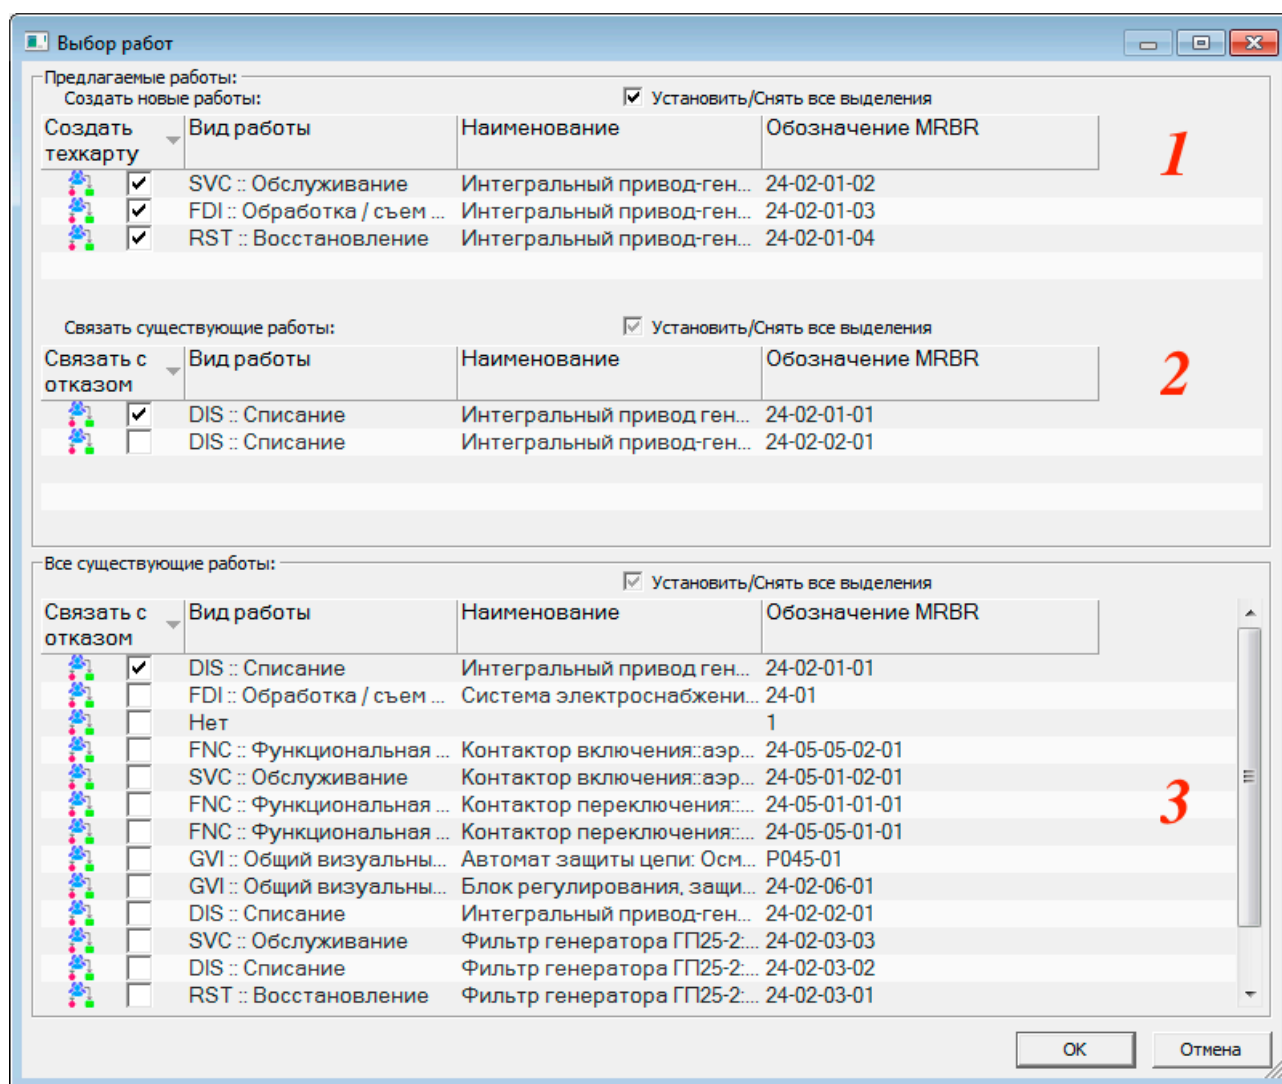

Рис. 11-105 – Диалоговое окно «Выбор работ»
7) В результате откроется диалоговое окно «Выбор работ» (рис. 11-105):
- в верхней части окна (1 на рис. 11-105) перечислены работы, которые предлагается создать автоматически в соответствии с полученными рекомендациями;
- в средней части окна (2) перечислены существующие в БД работы, которые рекомендуется выполнить по результатам анализа;
- в нижней части окна (3) приведены все работы, имеющиеся в БД – как работы, созданные при анализе видов возможных конструктивных отказов, так и работы, созданные в рабочем окне «Технологические карты».
9) Для установления связи КО с работой, которая уже имеется в БД, необходимо выбрать эту работу в группе рекомендованных работ (2 на рис. 11-105) или в списке всех существующих работ (3 на рис. 11-105) и установить для нее флаг «Связать с отказом». После этого закрыть диалоговое окно «Выбор работ», нажав кнопку «ОК».